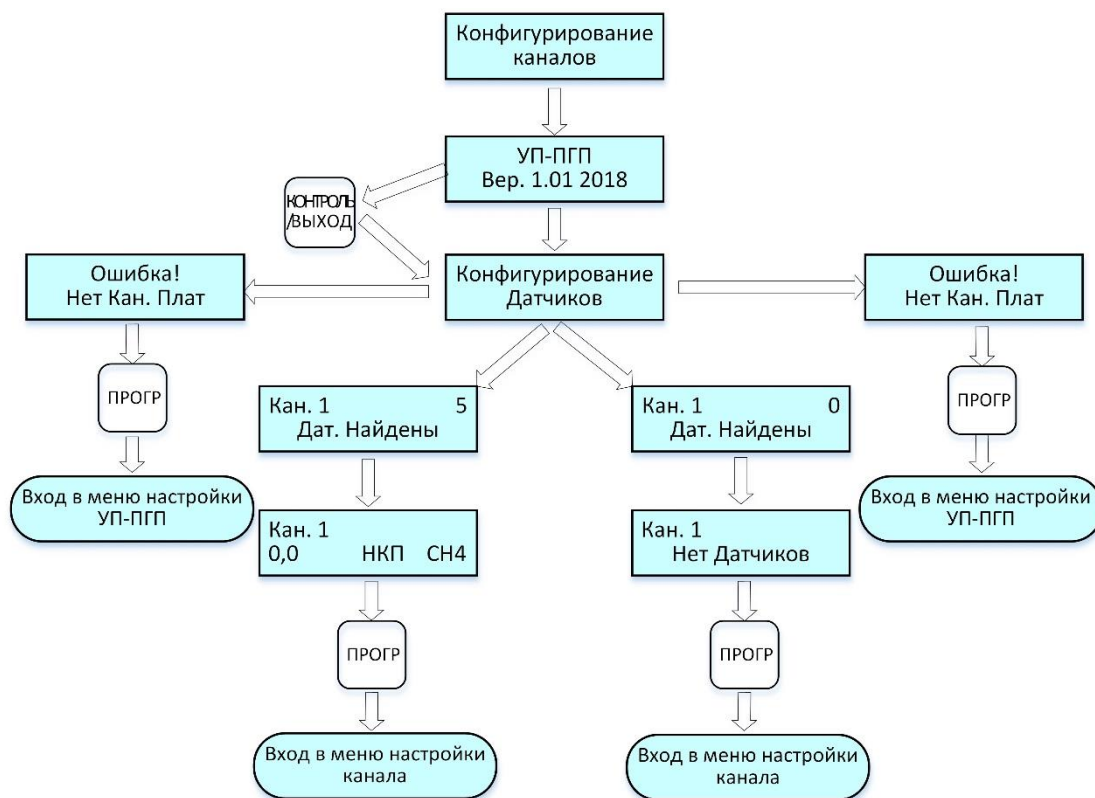

Рисунок 4 – Циклограмма выводимых сообщений на дисплей при инициализации УП.
2.4.1 Вход в режим производится автоматически после каждого включения питания с выполнением процедуры инициализации УП, в ходе которой контроллеры платы ЦП и канальных плат считывают настройки системы из своей энергонезависимой памяти. В соответствии с данными, считанными из энергонезависимой памяти, контроллер платы ЦП выводит на дисплей сообщение «Конфигурирование каналов» и определяет наличие канальных плат (рис. 4).